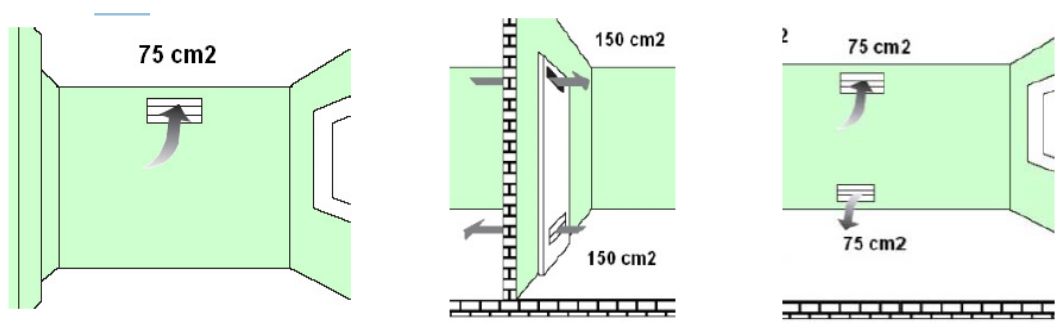

Рис. 1
- Вентиляционная решетка должна находиться близко к кухонному полу и выходить наружу, ее минимальная площадь должна равняться 75 см². (рис. 1)